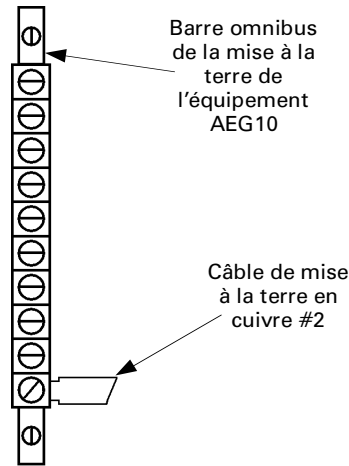
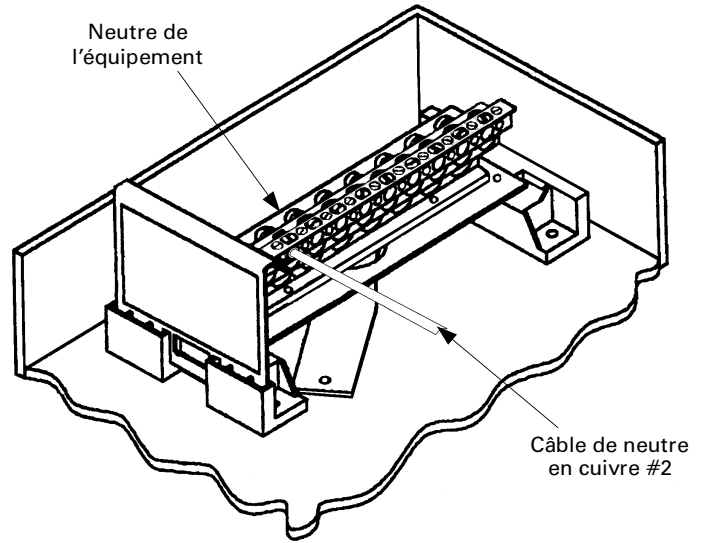

Figure 3. Fixer le câble de mise à la terre #2 à la mise à la terre de l'équipement.
Figure 4. Fixer le câble de neutre #2 au neutre de l'équipement.
5. **Fixer le câble au neutre et à la mise à la terre.** Couper et dénuder l'extrémité libre du câble de mise à la terre et le fixer à la mise à la terre de l'équipement, tel qu'illustré à la Figure 3. Prendre note qu'une mise à la terre AEG10 [3] est fournie avec ce kit qui devrait être installée avec les instructions fournies. Si une mise à la terre qui acceptera un câble #2 est disponible, vous débarrasser alors de l'item[3]. Sélectionner le trou de cosse le plus rapproché de l'unité TVSS. Faire la même chose pour le neutre (si nécessaire), tel qu'illustré à la Figure 4. Serrer les vis de cosse aux couples de serrage spécifiés sur les étiquettes des composantes.